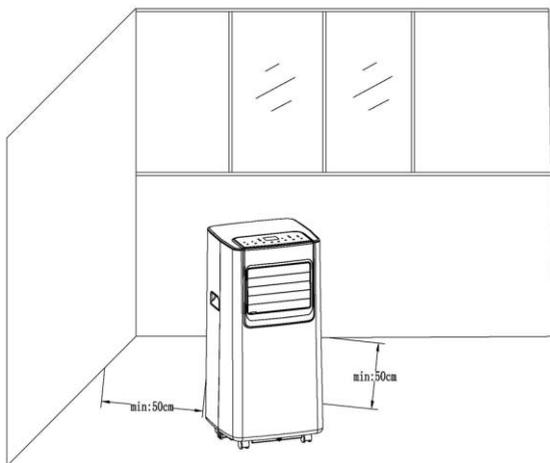

Рисунок 1
1) Обеспечить свободное пространство не менее 50 см от воздухозаборной решетки (рисунок 1).
- Установите вытяжной шланг воздуха в корпусе на задней панели прибора (рисунок 1).